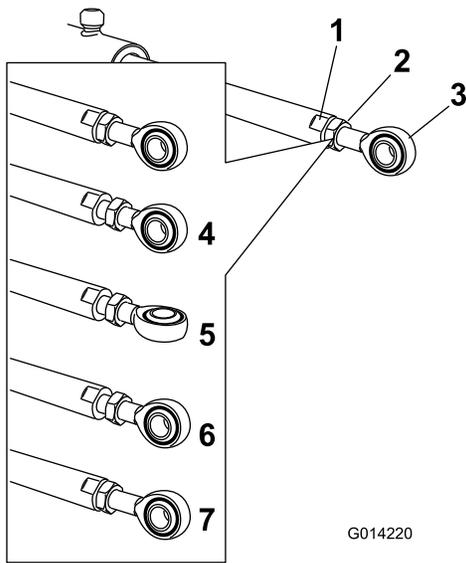

Figura 14
5. Utilizzate una chiave sui lati piatti dell'asta dell'attuatore per fermarla e allentate quindi il controdado per manipolare l'asta dell'occhiello (Figura 14).
- Girate l'asta dell'occhio di vite nell'asta dell'attuatore per accorciare o allungare l'attuatore esteso nella posizione desiderata (Figura 14).